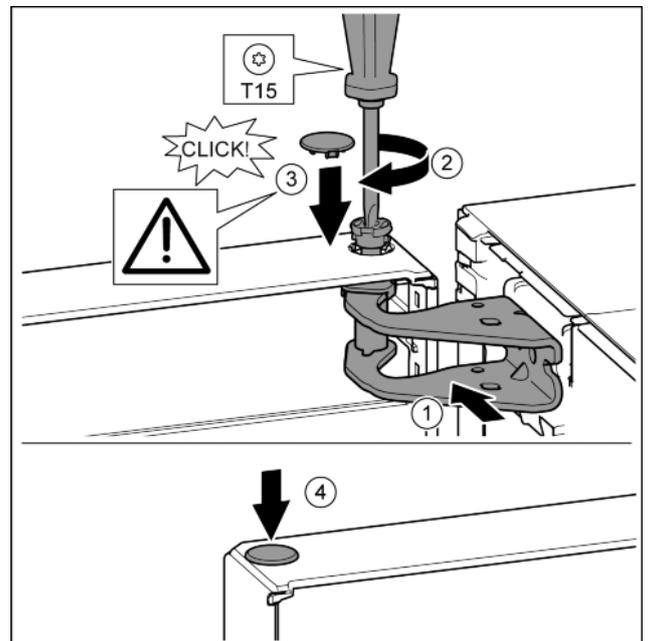

Fig. 21
- ▶ Tür oben zur Öffnung im Lagerbock ausrichten. Fig. 21 (1)
- ▶ Bolzen einsetzen und mit Schraubendreher T15 festschrauben. Fig. 21 (2)
- ▶ Sicherheitsabdeckung zur Sicherung der Tür montieren: Sicherheitsabdeckung einsetzen und kontrollieren ob sie auf der Tür aufliegt. Ansonsten Bolzen vollständig einsetzen. Fig. 21 (3)
- ▶ Stopfen einsetzen. Fig. 21 (4)